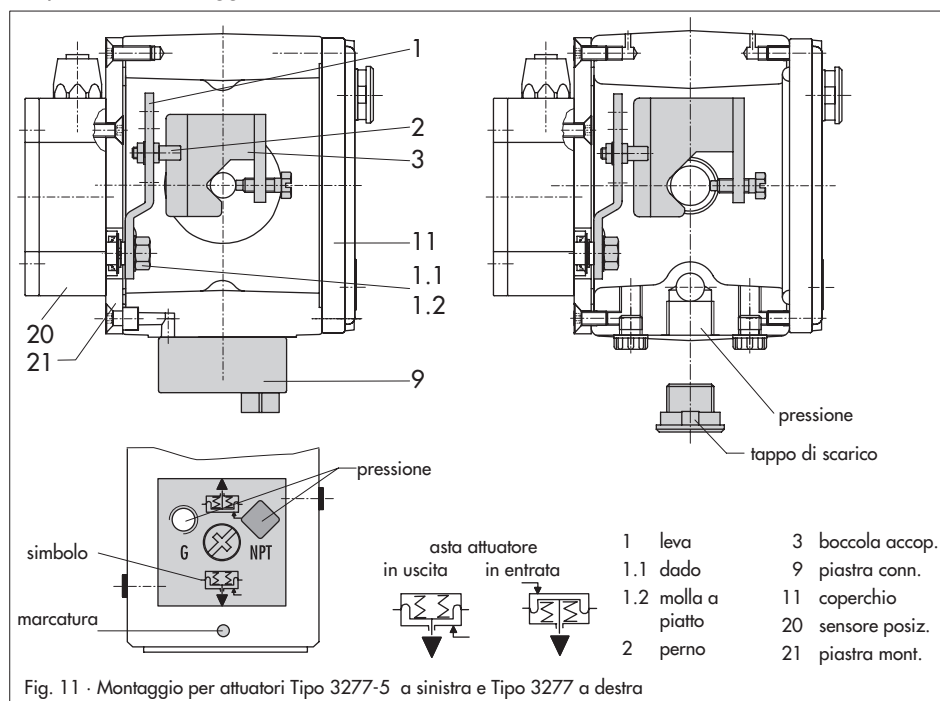

Fig. 11 · Montaggio per attuatori Tipo 3277-5 a sinistra e Tipo 3277 a destra
La pressione del posizionario viene condotta tramite l'attacco di pressione della piastra di collegamento (9, fig. 11 a sinistra) alla camera dell'attuatore a membrana. Poi avvitare la piastra di collegamento (9) all'accessorio sul castello dell'attuatore.
- ▶ ruotare la piastra di collegamento (9) in modo che, per la posizione di sicurezza, il simbolo "asta in uscita" o "asta in entrata" sia rivolto verso la marcatura (fig. 11, in basso).
- ▶ assicurarsi assolutamente che la tenuta della piastra di collegamento (9) sia inserita correttamente.